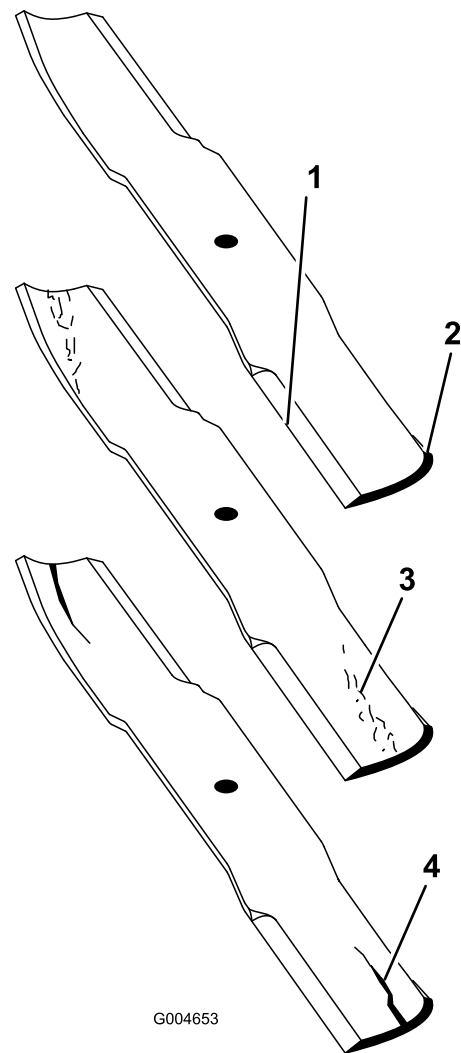

Figura 91
2. Examine cuidadosamente as extremidades da lâmina, prestando especial atenção à zona onde se encontram as partes curvas e planas da lâmina (Figura 91).
Nota: A areia e os materiais abrasivos podem desgastar o metal entre as partes plana e curva da lâmina; por isso, verifique a lâmina antes de utilizar a máquina. Se der conta de desgaste (Figura 91), substitua a lâmina.